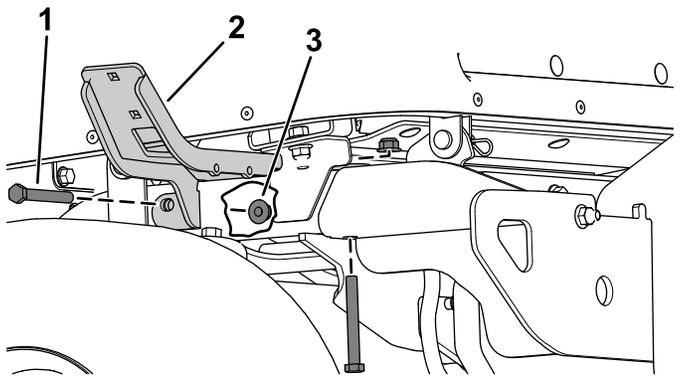

**Bild 21**
- Entfernen Sie die Bundkopfschraube (3/8" x 2 3/4") und die Bundmutter (3/8"), mit der die Stoßstange auf jeder Seite am hinteren Rohrrahmen befestigt ist (Bild 21).